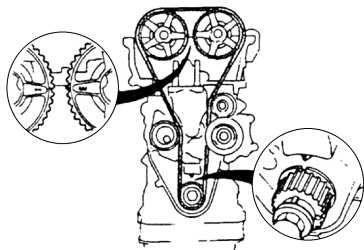

图 5-7 转动曲轴作好正时记号
- 2) 顺时针旋转曲轴并作好正时记号，如图 5-7 所示。